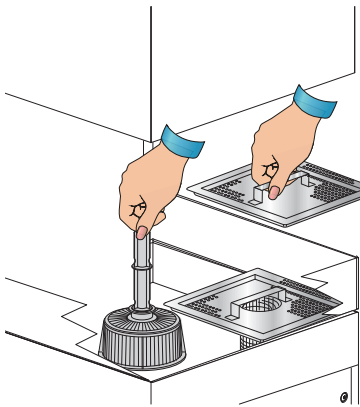

fig. 9
- Contrôler si le filtre d'aspiration de la pompe est bien placé dans son propre siège au fond de la cuve (voir fig. 9).
- Introduire le trop plein dans son logement situé à l'intérieur du filtre d'aspiration de la pompe (voir fig. 9).
- Introduire, si présents, les filtres de surface (voir fig. 9).